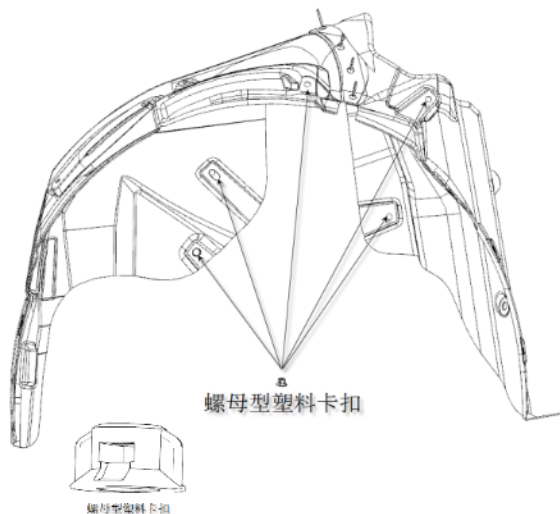

图 2-13
(1) 扭下后轮挡泥板与车身连接的 12 个螺母型塑料卡扣，如图 2-13 所示：